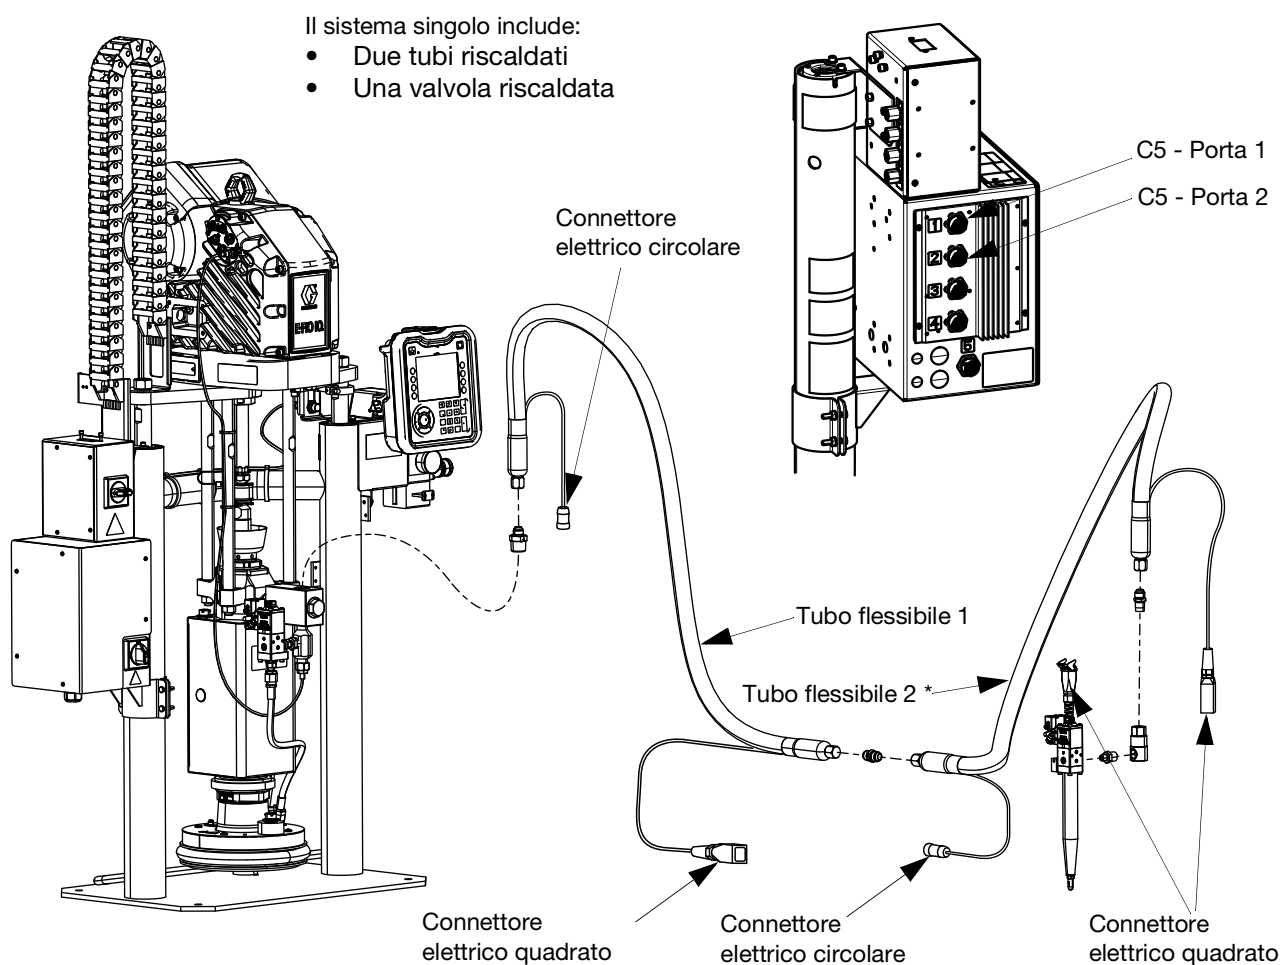

FIG. 32
- Valvola riscaldata - Collegamenti elettrici quadrati dal tubo flessibile 2 alla valvola di erogazione iQ (B). Vedere FIG. 32.